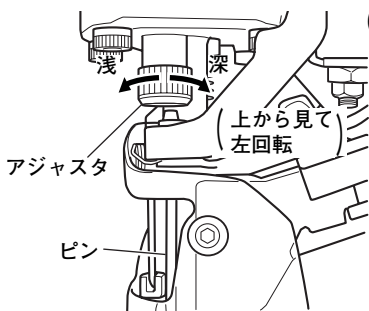

図 20
(1) アジャスタの調整
- 本機は、アジャスタをつまんで回すことにより、打ち込み深さを調整できます。図 20 のように“浅”の方向へ回せばピンが下がり打ち込み深さが浅くなります。アジャスタは 1 回転で 1 mm 移動します。
(2) 空気圧力、アジャスタ調整の目安